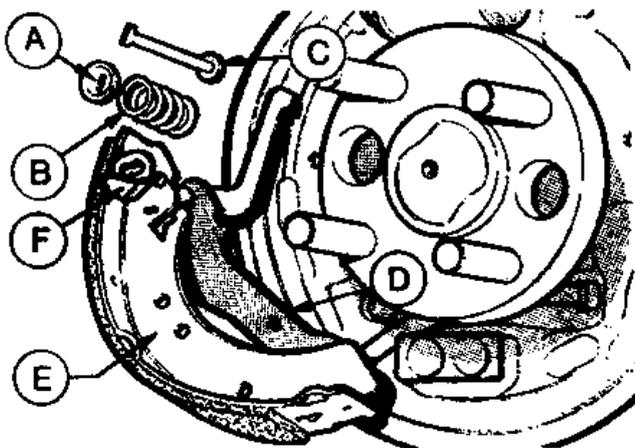

Рис.9.17. Задние тормозные колодки в сборе (Разд.9)
5. Сожмите прижимную пружину каждой из колодок и, повернув пружинную шайбу на 90°, удалите ее со штифта на щите. Снимите шайбу и пружину (Рис.9.17).
10. Снимите заднюю колодку вместе с механизмом автоматического регулятора (Рис.9.17).
12. Чтобы снять рычаг привода тормозного механизма, удалите стопор, удерживающий колодку, и снимите рычаг привода тормозного механизма (Рис.9.17).